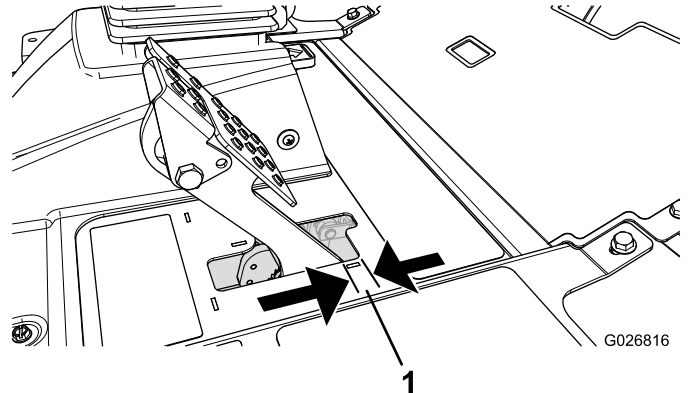

Bild 97
Stellen Sie die Bremsen ein, wenn das Bremspedal mehr als 2,5 cm Spiel hat, oder wenn die Bremsen nicht mehr gut genug greifen (**Bild 97**). Als Spiel gilt der Abstand, den das Bremspedal zurücklegt, bevor ein Bremswiderstand spürbar ist.
2. Ziehen Sie die hintere Mutter an, um den Zug nach hinten zu bewegen, bis das Bremspedal ein Spiel zwischen 0,63 mm bis 1,27 cm aufweist, bevor die Radsperre auftritt (**Bild 97**).